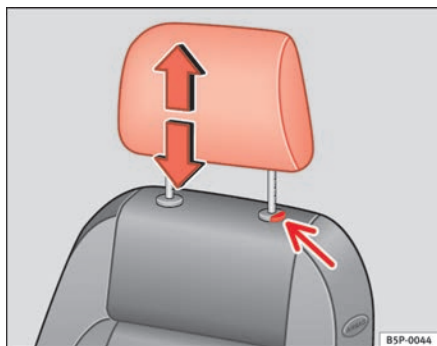

Fig. 93 Ajuste o desmontaje del apoyacabezas
- Pulse la tecla ⇒ **fig. 93** (flecha).